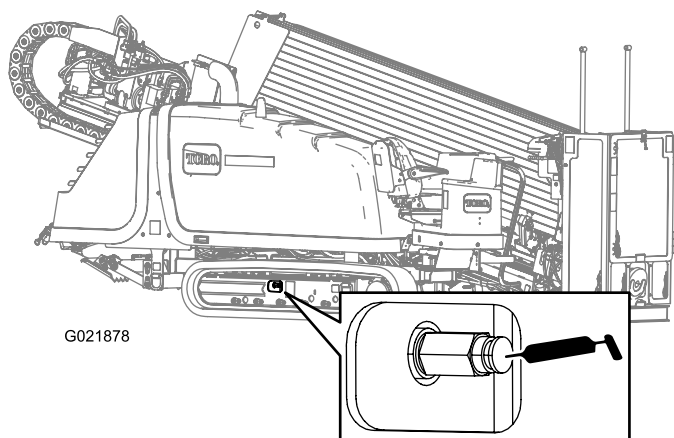

**Figure 137**
2. Enlevez les saletés et les débris déposés autour du graisseur de tension de la chenille (Figure 137).
4. Injectez de la graisse dans le graisseur jusqu'à ce que la tension atteigne 22 063 kPa (3 200 psi), comme montré à la Figure 137.
4. Tournez le graisseur dans le sens antihoraire **d'un tour seulement** (Figure 137).